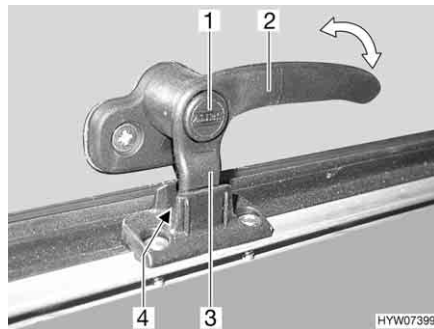
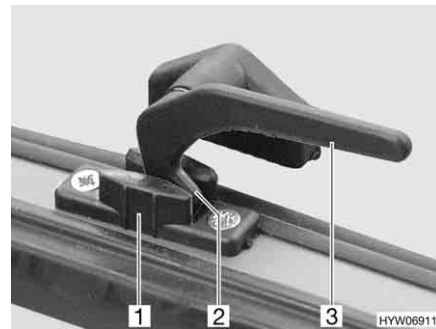

Fig. 74 Leva di serraggio con bottone di sicurezza in posizione "Aerazione continua"
Fig. 75 Leva di serraggio in posizione "Aerazione continua"
- In posizione di "Aerazione continua" (Fig. 74 e Fig. 75)
- Se presente, premere e tenere premuto il bottone di sicurezza (Fig. 74,1).
- Ruotare la leva di serraggio (Fig. 74,2 o Fig. 75,3) di un quarto di giro verso il centro della finestra.
- Girare nuovamente all'indietro la leva di serraggio. Riportare contemporaneamente il nasello di chiusura (Fig. 74,3 o Fig. 75,2) della leva di serraggio nella rientranza della chiusura della finestra (Fig. 74,4 o Fig. 75,1).
- Se presente, rilasciare il bottone di sicurezza (Fig. 74,1).